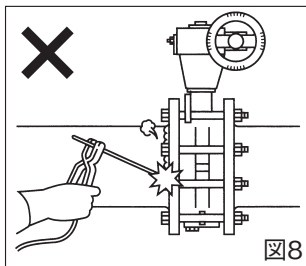

図8
- Q. バルブを取り付けてからのフランジ溶接は絶対に避けてください。熱でシートリングが損傷します。(図8)